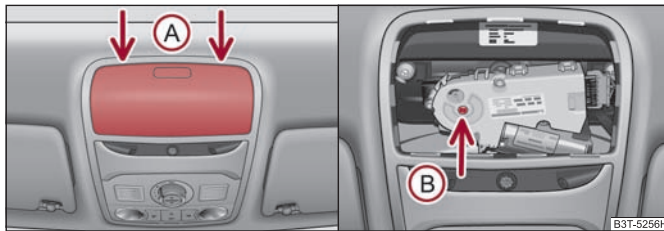

Abb. 45 Ausschnitt des Dachhimmels: Ansatzpunkte des Schraubendrehers / Notbetätigung
- Setzen Sie einen Schraubendreher mit der flachen Klinge vorsichtig an der hinteren Seite der Abdeckung für den elektrischen Antrieb **A** ⇒ Abb. 45 an.